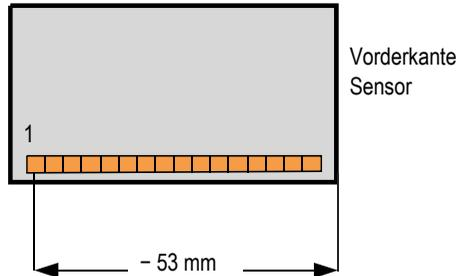

Abbildung 4-4 Messen des Bezugspunktes des Sensors
- a) Geben Sie in das Feld **X-MAß** den Bezugspunkt des Sensors ein. Der Bezugspunkt ist der Abstand von Vorderkante Sensor bis Mitte erstes Element (siehe Abbildung 4-4 auf Seite 114).